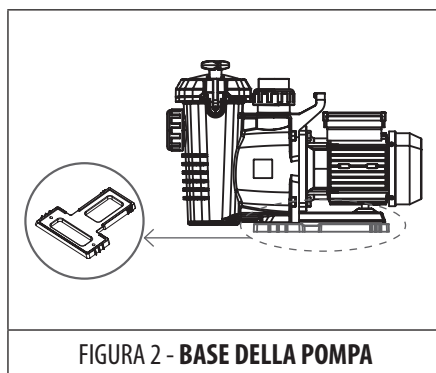

FIGURA 2 - BASE DELLA POMPA
- Se necessario, utilizzare la base per sollevare la pompa fino al livello delle tubazioni esistenti (FIGURA 2).